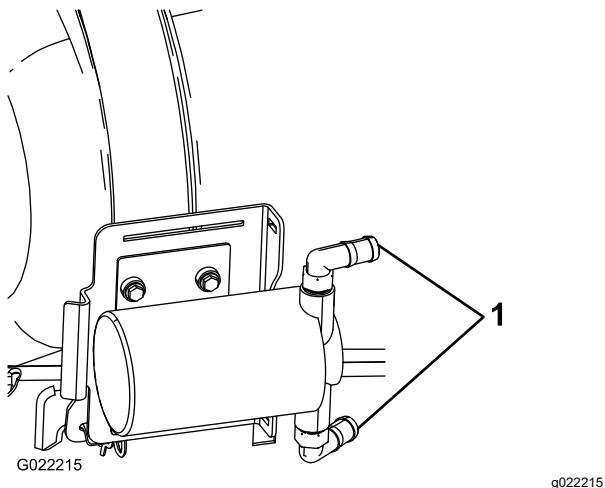

Figure 9
- 5. Fixez les cannelures de branchement de la pompe comme montré à la Figure 9.